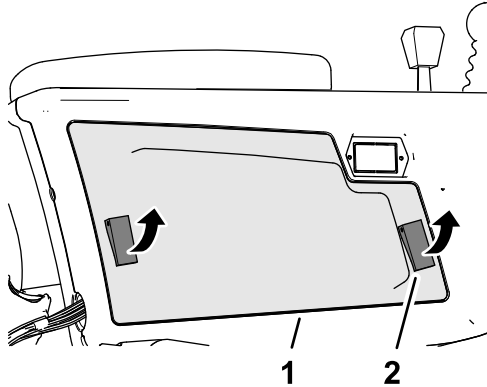

Figura 129
2. Sbloccate i 2 fermi che fissano la protezione del braccio di comando al braccio di comando e rimuovete la protezione (Figura 129).